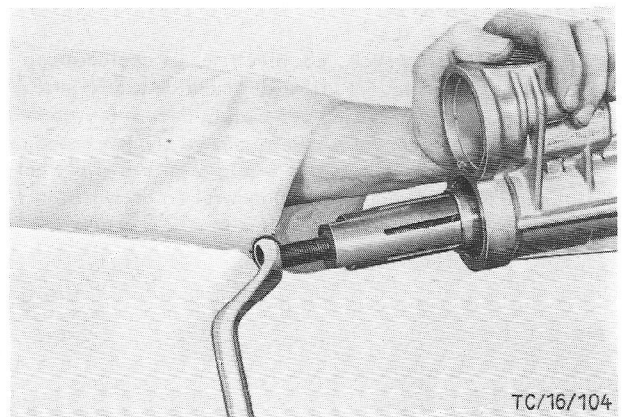

Fig.45 Staartstuklager met Speciaal Gereedschap 16-011/P-7149 verwijderen.
10. Verwijder de lagerbus uit het staartstuk met Speciaal Gereedschap 16-011/P-7149 (fig.45).